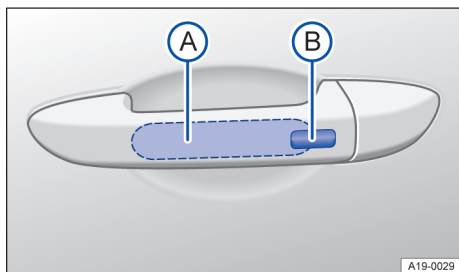

Fig. 57 Na maçaneta da porta: superfícies do sensor.
- Tocar a superfície do sensor → Fig. 57 (A) na parte interna da maçaneta da porta do condutor ou do passageiro dianteiro.
- Tocar a superfície do sensor → Fig. 57 (B) no lado externo da maçaneta da porta.
- Travar o veículo com o botão (B) da chave do veículo.
- Além disso, dentro de cinco segundos, tocar uma vez o sensor no lado externo da maçaneta da porta → Fig. 57 (B). Assim, não agarrar na maçaneta da porta.
- Manter os dedos alguns segundos na superfície do sensor do maçaneta da porta do condutor ou do passageiro dianteiro → Fig. 57 (B).